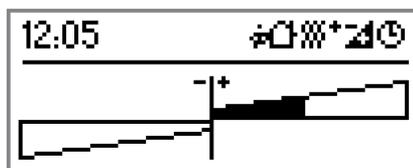

Bild 62: Beispiel einer 2-Bereichs-Anzeige mit Basis-Sollwertverschiebung als Bargraph
- i** In der Anzeigefunktion "Sollwertverschiebung als Bargraph" (Bild 62) können keine ergänzenden Texte konfiguriert werden.
Der Tastsensor lässt es zu, bei relativer Sollwertvorgabe die Solltemperatur des Raumtemperaturreglers innerhalb festgelegter Grenzen stufenweise zu verschieben. Diese Sollwertverschiebung kann entweder über die Displaytasten (siehe Seite 18-19) oder durch Reglernebenstellen in positive (+) wie auch in negative (-) Richtung ausgeführt werden. Ob eine Basis-Sollwertverschiebung stattgefunden hat (die Verschiebung also ungleich "0" ist), wird bei der 2-Bereichs-Anzeige in der Statuszeile durch das Symbol Δ signalisiert. Optional kann die Sollwertverschiebung auf dem Display in Form eines Bargraphen angezeigt werden (Bild 62). Dabei belegt der Bargraph die gesamte Menüfläche, so dass andere Anzeigefunktionen in diesem Anzeigebereich nicht mehr dargestellt werden können. Sofern die "Sollwertverschiebung als Bargraph" konfiguriert ist, wird im Menü "Sollwertverschiebung" (Bedienung der Displaytasten) anstelle eines Temperaturwerts die Verschiebung in Form des Bargraphen angezeigt.